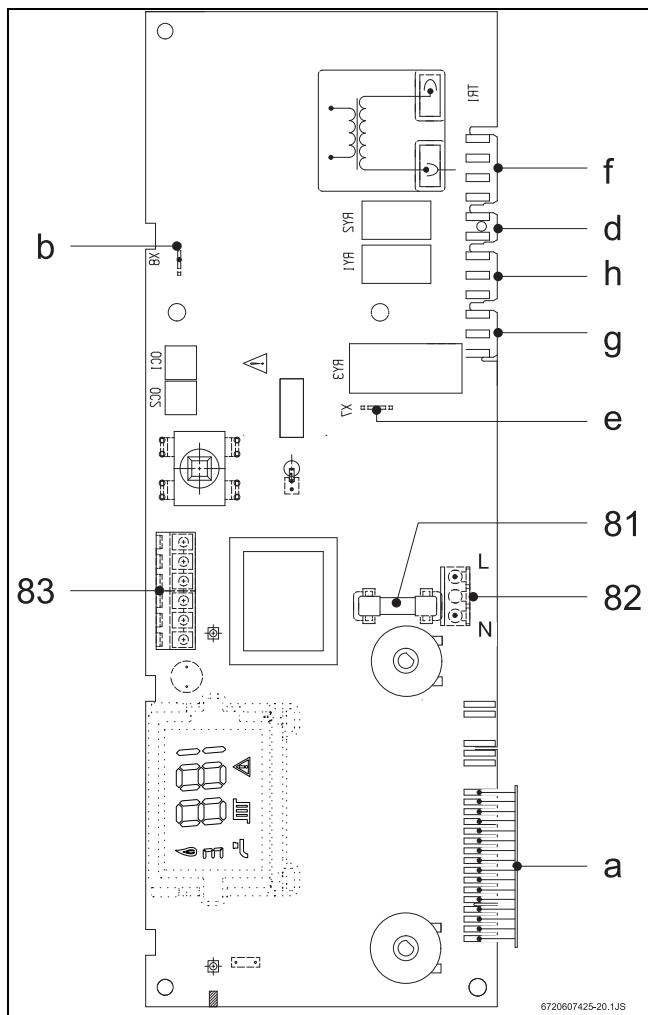

Рис. 16
- Удалить перемычку между 1 - 4 (рис. 16, поз. 83).